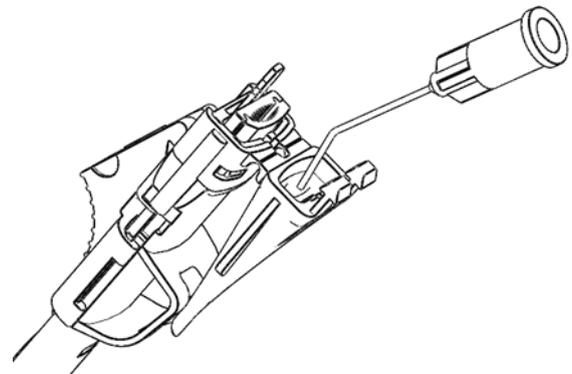

Fig.3
5. Iniettare la sostanza viscoelastica nell'ugello della cartuccia dal lato posteriore, come illustrato in Fig. 3.